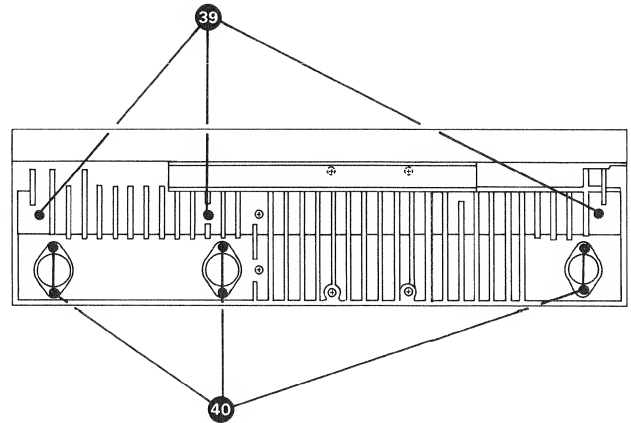

Fig. 2.16.—1
- Pro Print 1 Schraube (39) (Fig. 2.16.—1) lösen.
- Leistungstransistor lösen (2 Schrauben (40) Fig. 2.16.—1) und aus der Halterung herausziehen.
- Remove one screw (39) (fig. 2.16.—1) per printed circuit board.
- Remove the power transistors (2 screws (40) fig. 2.16.—1) and take them out of the holders.